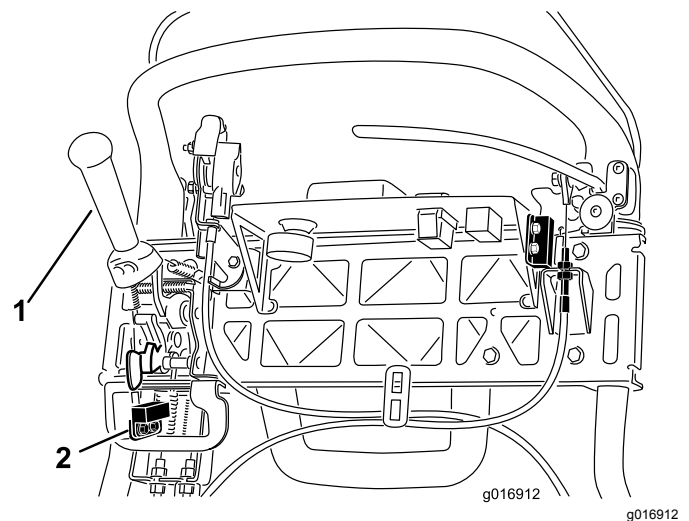

Figura 41
4. Allentate i dispositivi di fissaggio del microinterruttore di sicurezza (Figura 41).
5. Inserite uno spessore di 1,6 mm fra la leva della trazione ed il microinterruttore (Figura 41).